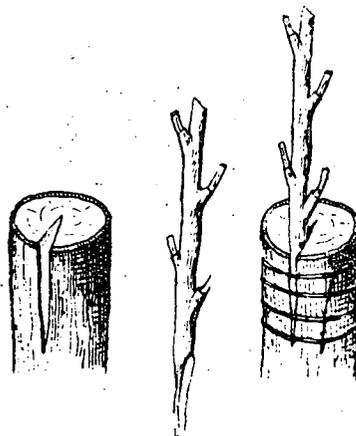
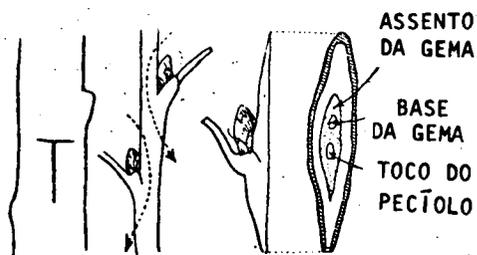

Fig. 7
Fig. 8
*Enxerto*, consiste em enxertar em um pê ou cavalo uma gema (fig. 8), ou pedaço de ramo com gema (fig. 7), proveniente de outra planta.